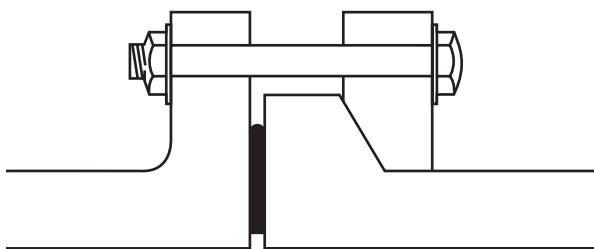

Figura 3-16 Flange louca com perfil tórico e anel de aço
- 2 Uma junta de perfil tórico com anel de aço, para superfícies planas das flanges (não necessita de ranhura) como se mostra na **figura 3-16**.